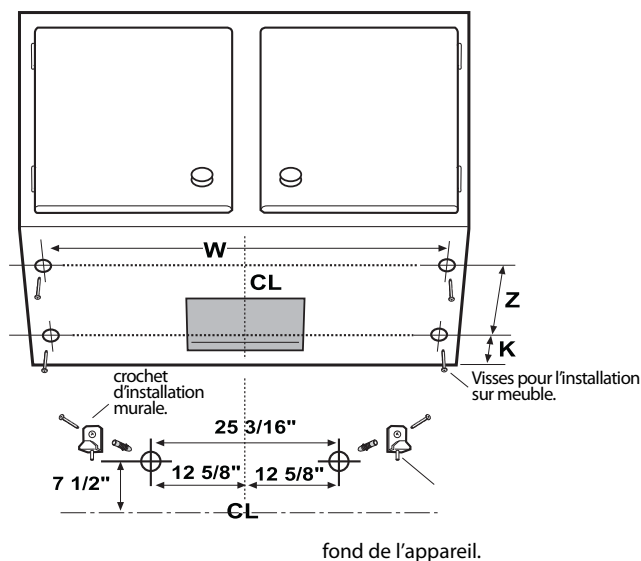

Figure 4b
- Trouvez la ligne centrale du fond du meuble et tirez un trait tout au long de cette ligne, depuis l'arrière jusqu'à l'avant du cabinet. Voir aussi la figure 4b.